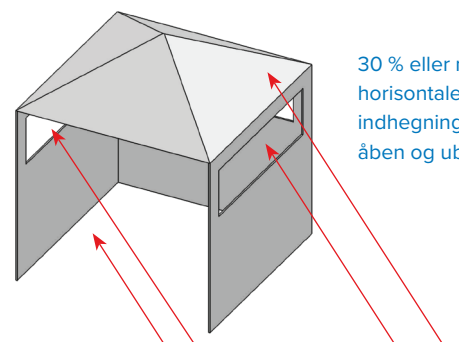

Fig. 4
- Et apparat betragtes som værende udendørs, hvis det er installeret i et skur, der ikke er mere omfattende end en delvis indhegning, som inkluderer et tagdække og tre sidevægge, så længe 30 % eller mere af den horisontale periferi af indhegningen er permanent åben. (Fig. 4 & Fig. 5)